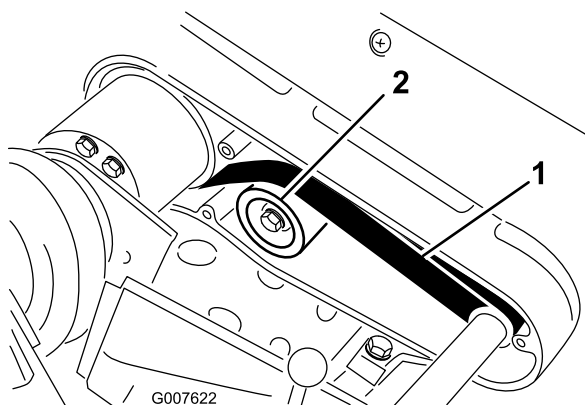

図 38
2. プーリ間の中央部で（図 38）、は 22~26N 程度の力でベルトを指で押して点検する。ベルトのたわみが 6mm 程度あれば適正とする。
- A. アイドラプーリ固定ナットをゆるめ、プーリをベルトの背に押しつけて、適当な張りを出す（図 38）。